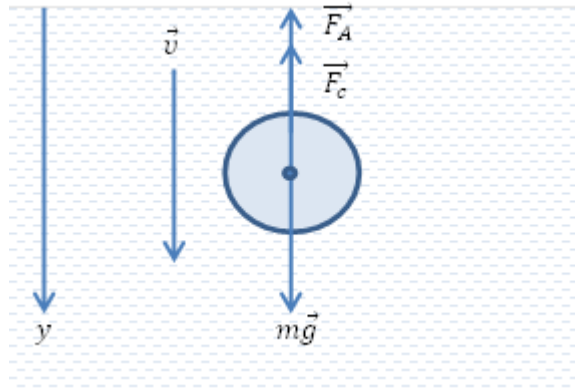

Рисунок 2. Механизм падения шарика в вязкой жидкости.
Одним из существующих методов определения коэффициента динамической вязкости является метод Стокса. Суть метода заключается в следующем. Если в сосуд с жидкостью бросить шарик большей плотности, чем плотность жидкости ($\rho > \rho_{ж}$), то шарик будет падать (рис. 2). На движущийся в жидкости шарик действует сила внутреннего трения (сила сопротивления) \vec{F}_c , тормозящая его движение и направленная вверх. Если считать, что стенки сосуда находятся на значительном расстоянии от движущегося шарика, то величину силы внутреннего трения можно определить по закону Стокса (6).